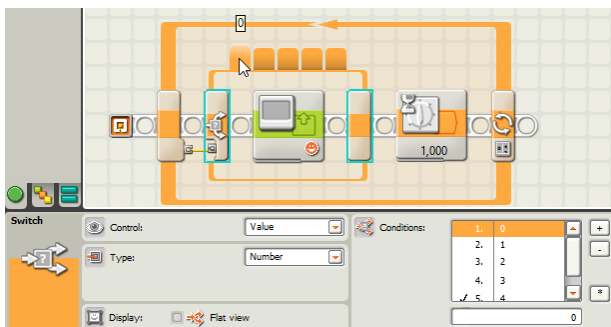

Рис. 5.5. Пример использования блока Switch со множественным ветвлением
**ПРИМЕР 53** На экране NXT последовательно сменяются пять изображений часов в зависимости от счётчика цикла (рис. 5.5). Для изображения часов использованы файлы Time00–Time04. Дополнительные вкладки значений блока Switch можно добавить нажатием на кнопку «+» в поле Condition. Эта возможность доступна только при выключенном флажке Flat view. Вкладки, соответствующие различным значениям, имеют подписи (появляются при наведении на них указателя мыши). Если обрабатываемых значений больше пяти, то для того, чтобы увидеть все добавленные вкладки, нужно «растянуть» блок Switch. Для этого нужно навести указатель мыши на балку LEGO внутри блока, нажать левую кнопку мыши и потянуть вправо.